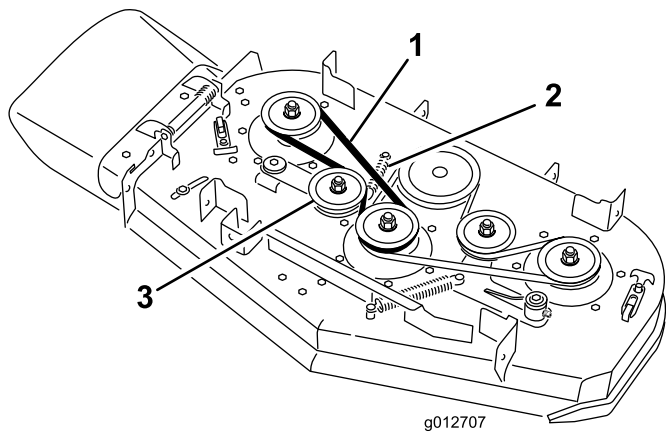

図 65
4. アイドラプーリのアームについているアンカーポストからスプリングを取り外す 図 65。
5. ベルトを取り外す 図 65。
6. デッキプーリとアイドラプーリに新しいベルトを掛け回す 図 65。
7. アイドラプーリのアームについているアンカーポストにスプリングを取り付ける 図 65。